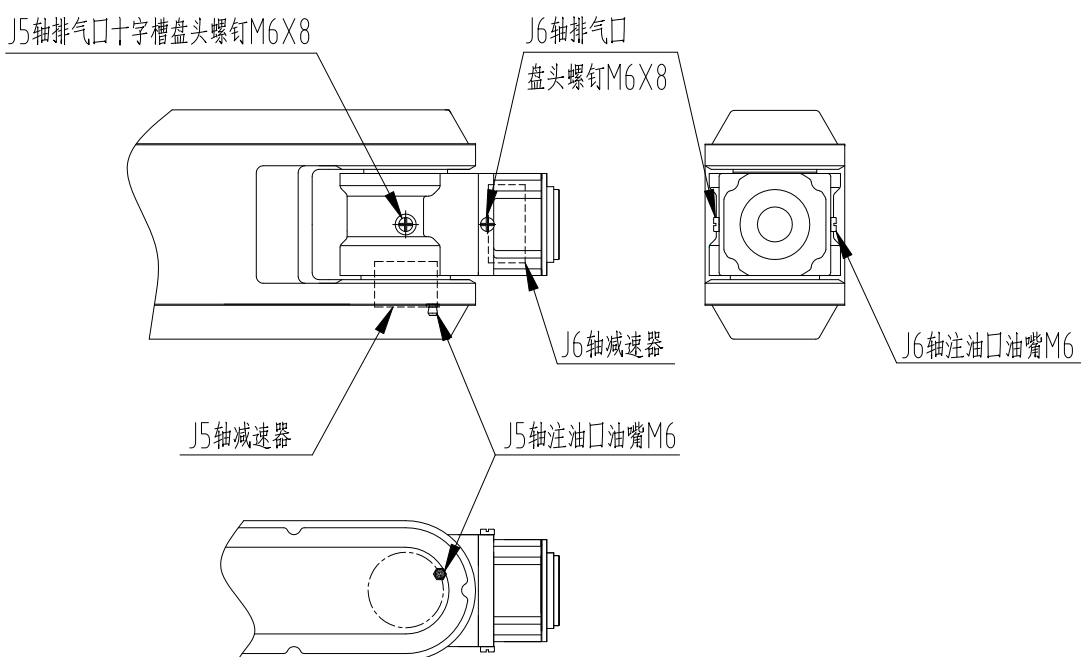

图 17 J5、J6 轴减速机局部结构
3、用油枪从注油口分别为 J5、J6 轴注入润滑脂（参考图 17）；